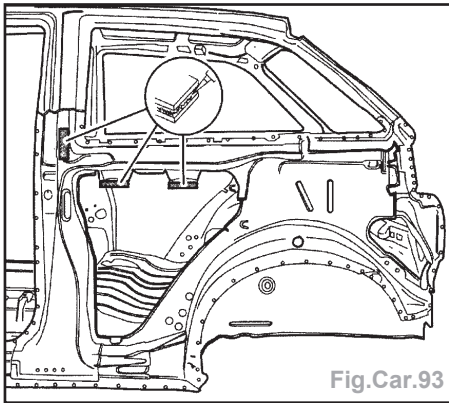

Fig.Car.93
- Appliquer sur les zones indiquées un cordon d'adhésif (Fig.Car.93).